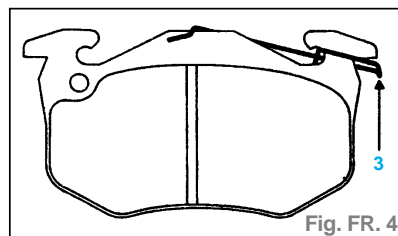

Fig. FR. 4
- Mettre en place, sur les garnitures neuves, les deux épingle antibruit (3) (fig. FR. 4).